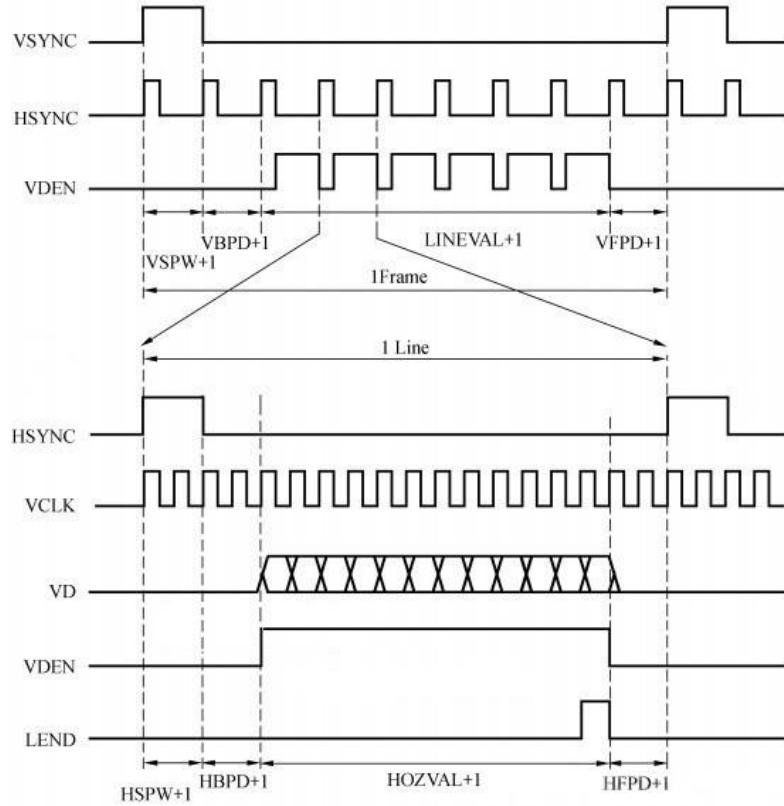
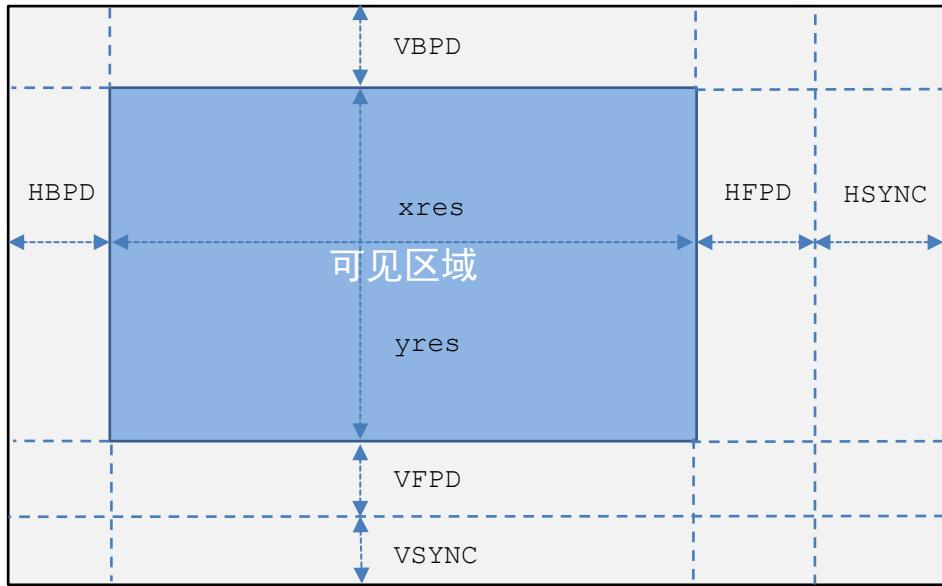

图 16.1 TFT-LCD 波形时序
图 16.2 FrameBuffer 可见区域表示图
- TFT-LCD 屏是目前嵌入式系统应用的主流，其时序如图 16.1 所示。
在帧同步以及行同步的头尾都必须留有回扫时间，即图 16.1 中的(HBPD + 1)和(HFPD + 1)为行回扫时间，(VBPD + 1)和(VFPD + 1)为帧回扫时间。该时序安排起源于 CRT 显示器电子枪偏转所需要的时间，但后来因其成为实际工业标准，所以 TFT 屏也包含了回扫时间。
根据图 16.1 的显示时序图可以得到如图 16.2 所示的 FrameBuffer 可见区域表示图。